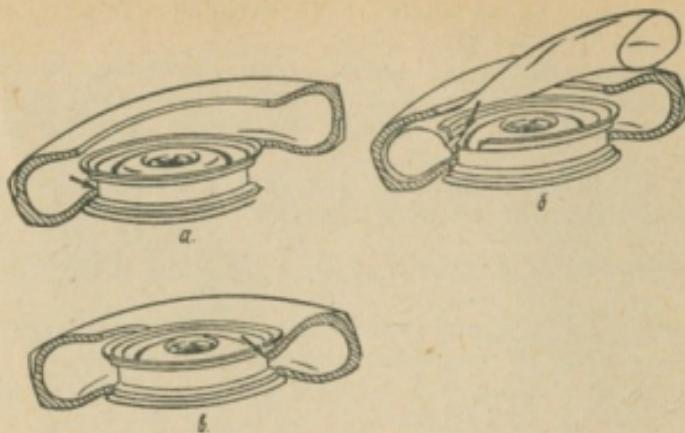

Рис. 87. Монтаж шины на колесо:
2. Положить покрышку на колесо так, чтобы серийный номер был сверху; с помощью монтажных лопаток надеть нижний борт покрышки на обод колеса и ввести ее в глубокую часть обода (см. рис. 87, *a*).
3. Ввести вентиль камеры в отверстие обода и аккуратно заправить камеру в покрышку (см. рис. 87, *б*).
5. Убедившись, что нижний борт покрышки находится в глубокой части обода колеса, надеть с помощью монтажных лопаток верхний борт покрышки на обод (см. рис. 87, *в*). Начинать заправку наружного борта покрышки следует со стороны, противоположной вентилю, и продолжать в обе стороны, приближаясь к нему. При этом необходимо следить за правильностью положения вентиля в отверстии обода, не допуская его перекосов.